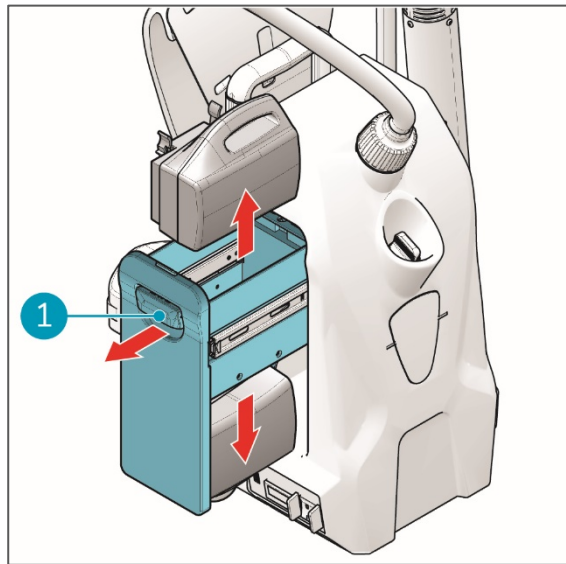

Abbildung 23
1. Öffnen Sie das Akkufach (Abb. 23, Pos. 1) an der Seite des i-gum®.
2. Nehmen Sie die Akkus aus dem oberen und dem unteren Akkuschacht (Abb. 23, Pos. 1).
3. Schließen Sie das Akkufach (Abb. 23, Pos. 1).